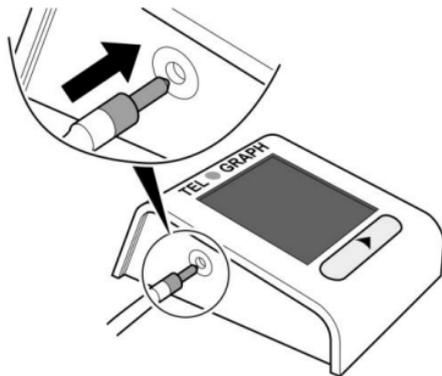

Abb. 7: Luftschlauch einstecken
- 1) Stecken Sie den Luftschlauchanschluss in die Luftschlauchbuchse auf der linken Seite des Blutdruckmessgeräts und stellen Sie das Blutdruckmessgerät auf den Tisch (siehe Abb.7).